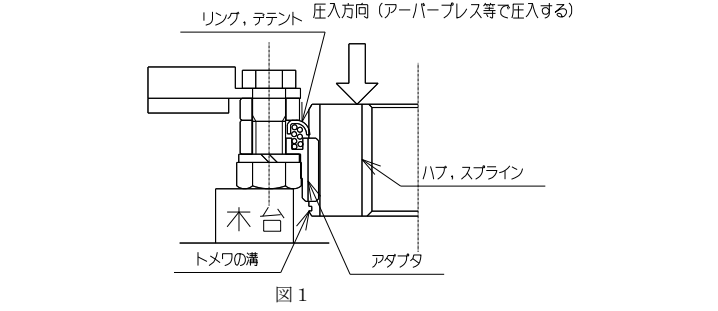

図 1
- 図1のようにアダプタ端面からトメワの溝が出るまで、ハブ,スプラインをアーパープレス等で圧入してください。